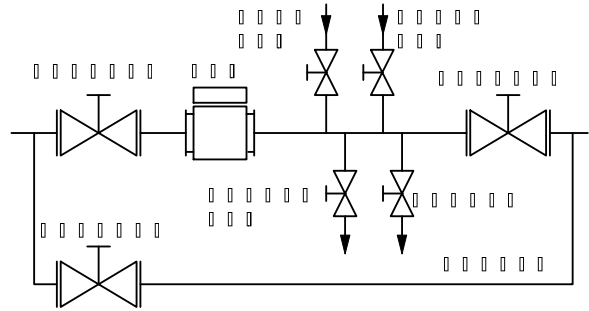
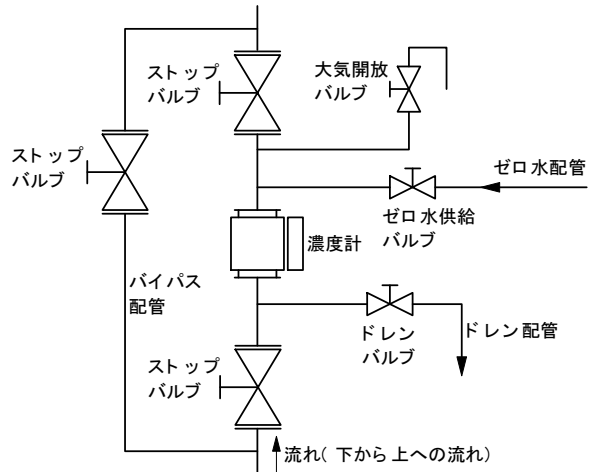

図 6 ゼロ点校正時の水平配管への据付例
図 7 ゼロ点校正時の垂直配管への据付例
- (4) 本濃度計は、垂直配管への取付けを推奨します。水平配管でも性能的に変わりなく据付けて使用可能ですが、次のような場合は垂直配管にしてください。
- (5) 水平配管に据付ける場合は、保守と性能確保の点から検出器 RF 部が真上となるように据付けてください。
- (6) 本濃度計には、上流側、下流側の区別がありません。また、直管長も特に必要ありません。
- (7) 本濃度計の面間寸法と配管ラインの取付けスペースの間に誤差がでることが予想される場合は、ルース機構をあらかじめ設けてください。
- (8) 気泡混入の影響をできるだけ排除するために、大気開放となる配管出口からできるだけ離れた水圧がある程度かかる場所への据付けを推奨します。
- (9) ポンプの停止中に濃度計内に被測定流体が充満しなくなったり、濃度計内の濃度分布が不均一になる恐れがある場合は、外部連動機能を使用してポンプ運転時のみ測定するようにしてください。
- (10) 配管を通じてポンプなどの振動が伝わらない場所へ据え付けてください。
- (11) 本濃度計の上流側および下流側には、ストップバルブを設け、さらにこれらのバルブと濃度計間に、それぞれストップバルブ付きでサンプリング口、ゼロ水供給口、大気開放口、ドレン口を設けてください。さらに配管ラインの流れを停止できない場合には中間にストップバルブ付きのバイパス配管を設けてください。これらはゼロ点校正をする場合、濃度計内の被測定流体をドレン口から排出し、濃度計内を濃度 0%の清水で満たす必要があるためです(図 6、図 7 参照)。
- (12) 配管に使用するガスケットは、接続方式に応じた寸法のもので、かつ測定対象に応じた材質のものを、適切に選択してください。